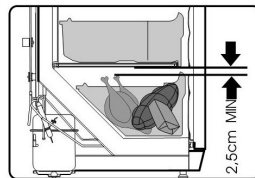

Fig. 6
- Conservez une distance minimale entre les produits congelés, à savoir 2,5 mm (**fig. 6**).